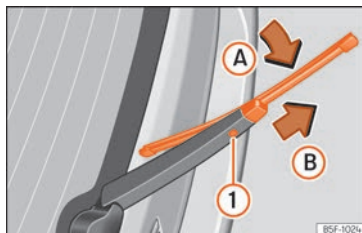

Abb. 52 Scheibenwischerblatt der Heckscheibe auswechseln.
- Wischerblatt leicht drehen »» **Abb. 52** (Pfeil **A**).